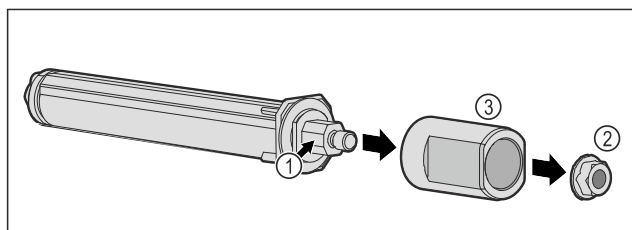

Fig. 54
- Ne rastavljajte sustav zatvaranja vrata Fig. 54 (1).
- Demontirajte maticu Fig. 54 (2).
- Skinite čahuru Fig. 54 (3).